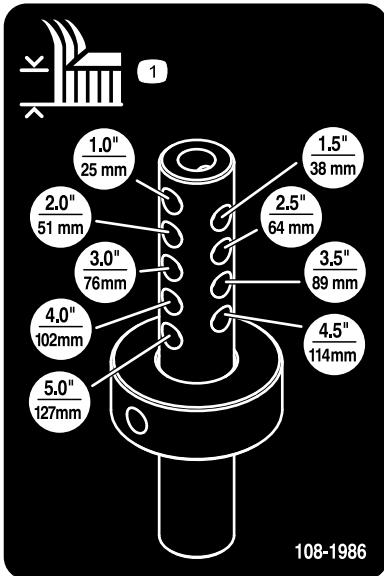

Figura 10
6. Allineate il collare dell'altezza di taglio ai fori dell'asta dell'altezza di taglio desiderata sull'asta dell'altezza di taglio (Figura 10).